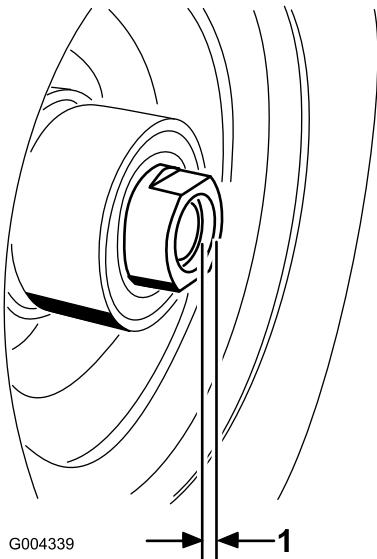

Figura 27
11. Si se retiraron ambas tuercas espaciadoras del eje, aplique adhesivo sellador de roscas a la tuerca espaciadora. Instale las tuercas espaciadoras en el eje dejando que sobresalgan 3 mm del eje (Figura 27).
16. Apriete la tuerca espaciadora a 8–9 Nm (75–80 pulgadas-libra), luego aflojela y apriétela de nuevo a 2–3 Nm (20–25 pulgadas-libra). Asegúrese de que el eje no sobresale de ninguna de las tuercas (Figura 27).